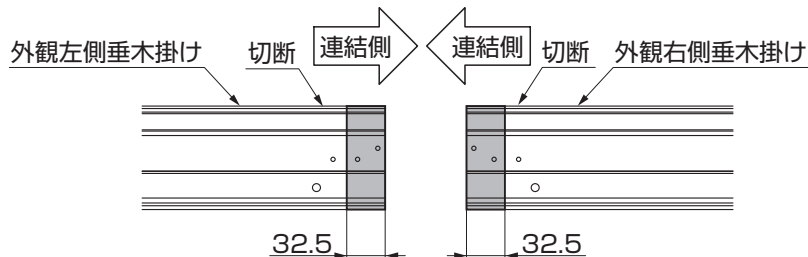

図3-1 垂木掛けの加工
- ① 連結する側の垂木掛け端部を、図3-1を参照して加工してください。